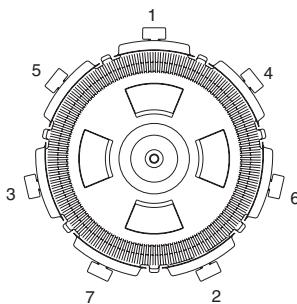

FIGURA 4 - Orden de ajuste de las abrazaderas del filtro de 21".
6. Consulte la Figura 4 para verificar el orden de ajuste de las abrazaderas. Ajuste todas las perillas de fijación firmemente a mano.